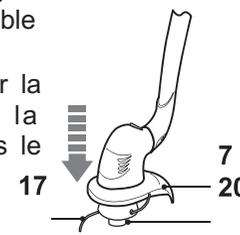

Fig. 17
- > Pour rallonger le fil de coupe, appuyez le butoir [20] contre une surface stable (Fig. 17).